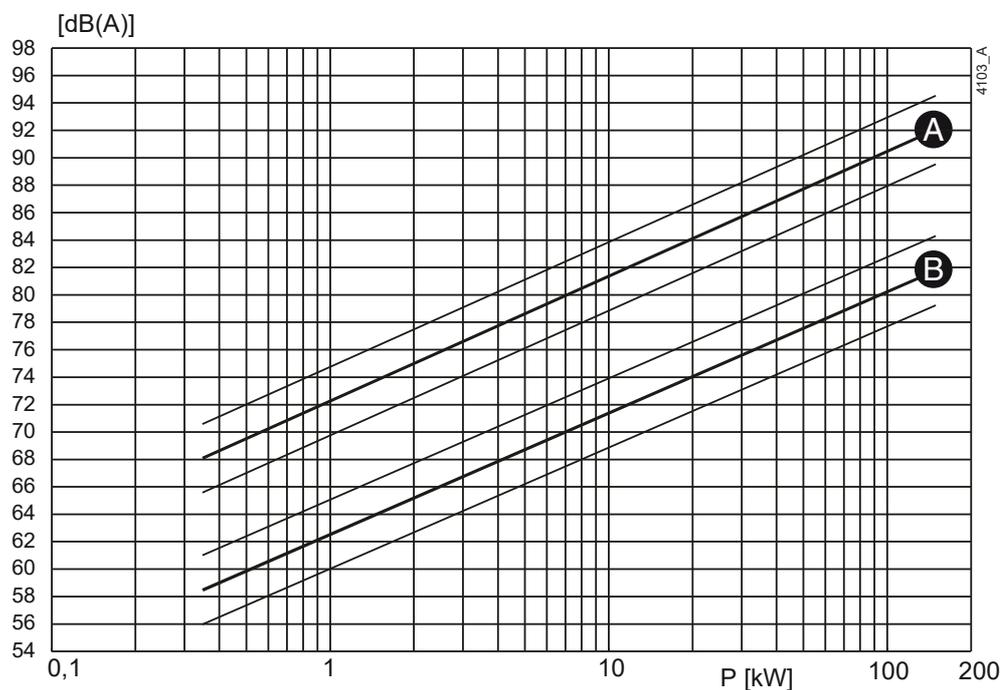
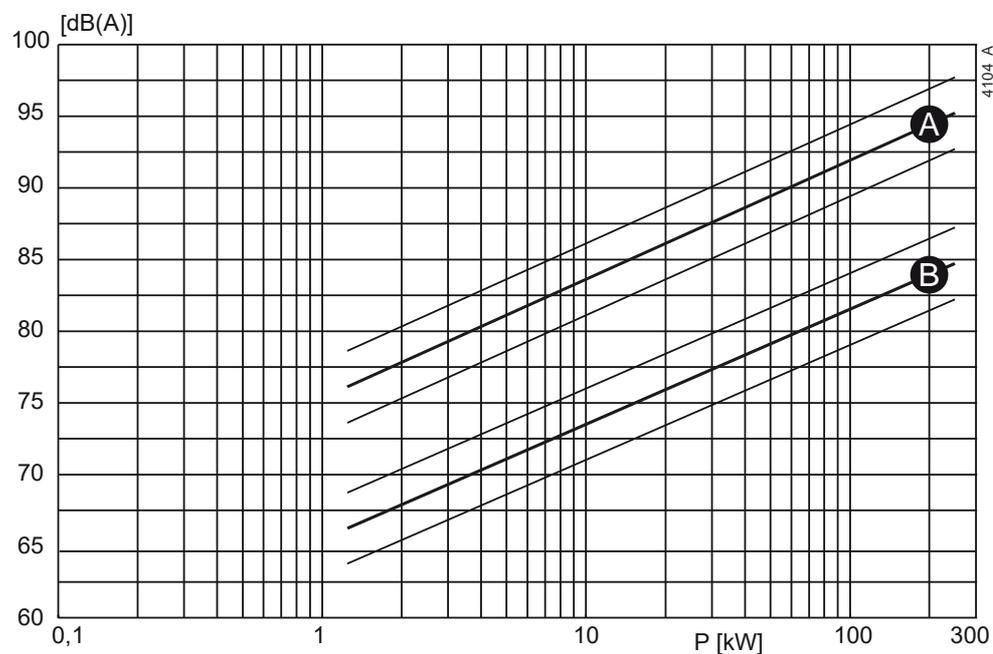

Figure 43: Niveau sonore en fonction de la puissance de la pompe [kW] à  $1\,450\text{ min}^{-1}$ .
Figure 44: Niveau sonore en fonction de la puissance de la pompe [kW] à  $2\,950\text{ min}^{-1}$ .
- 1 Déterminez le niveau sonore ( $L_1$ ) de la pompe, voir figure 43 ou figure 44.